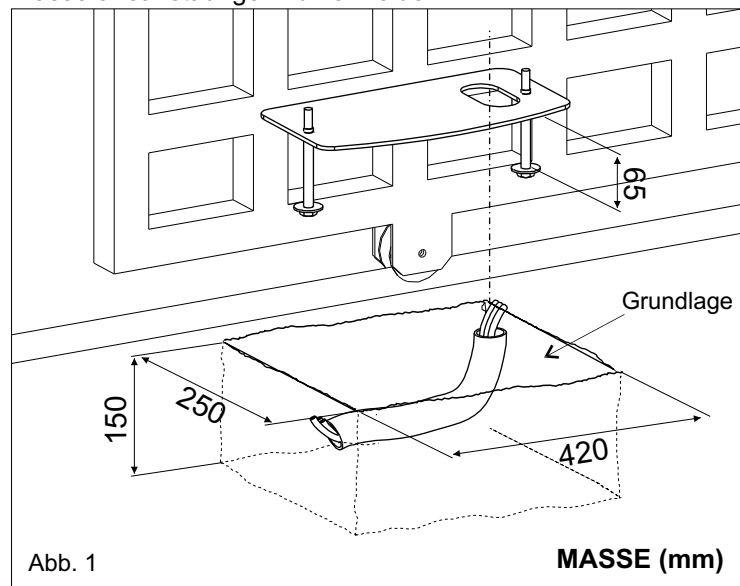

Abb. 1
- Ein Fundament aus Zement gemäß den in Abbildung 1 vorgegebenen Maßen herstellen, auf dem die Grundplatte und die Verankerungsbolzen einzementiert werden.